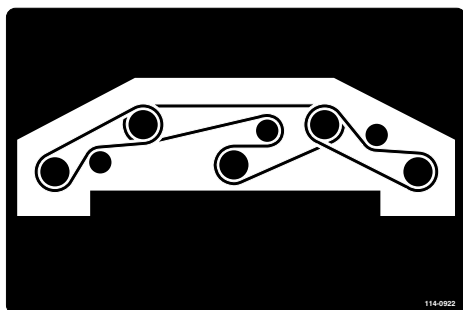

Figure 128
8. Installez la courroie neuve autour des poulies d'axe et de la poulie de tension (**Figure 128**).